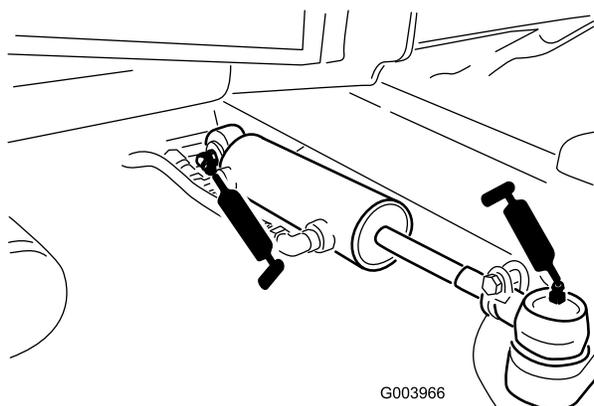

Figura 56
- Rótulas do cilindro de direção (2) (Figura 56)